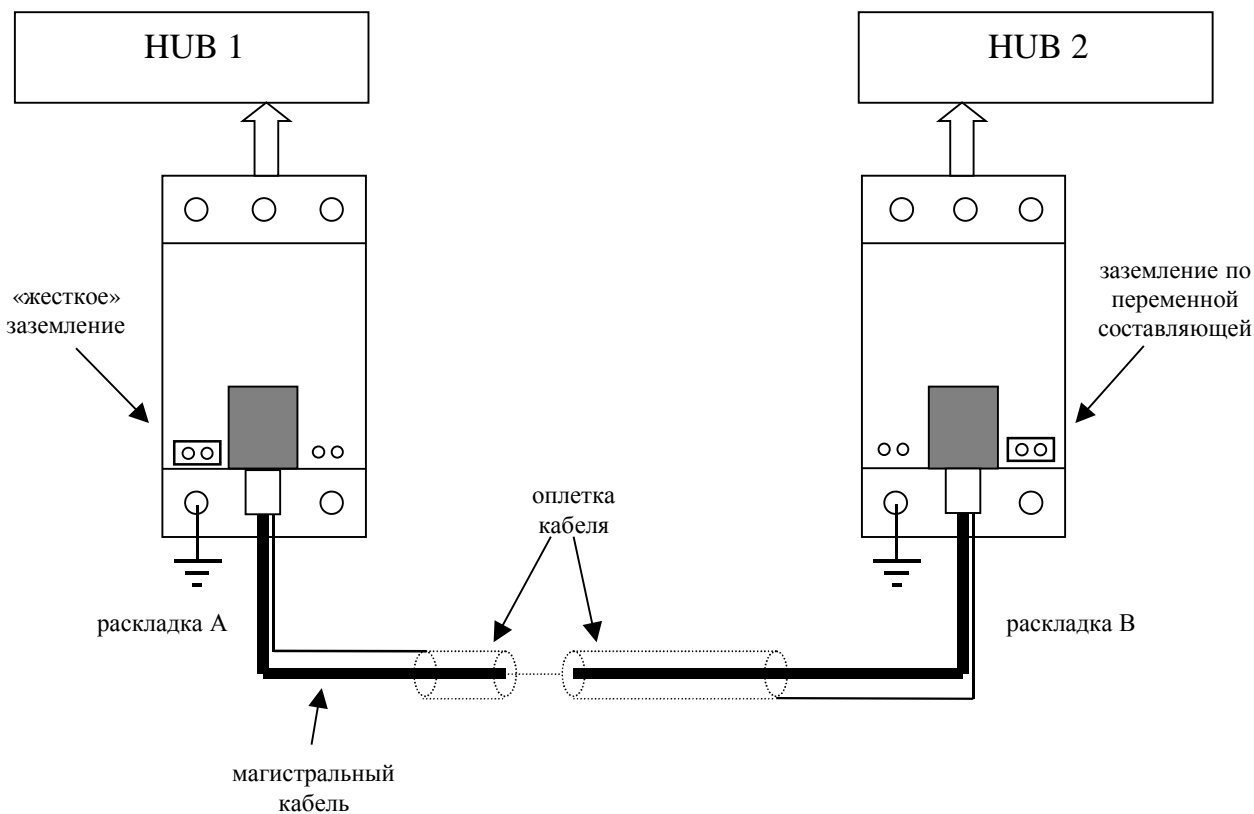

рис.3
3. Наружную проводку необходимо выполнять экранированным кабелем. При этом один конец оплетки кабеля заземляется жестко (перемычка JP2), а второй конец только по переменной составляющей (перемычка JP1). Если в кабеле остаются незадействованные проводники (обычно это бывает при использовании 4-х парного кабеля FTP или SFTP), ни в коем случае нельзя оставлять их никуда не подключенными, поэтому они заземляются вместе с оплеткой. Вариант подключения проводов при магистральной прокладке показан на рис.3.